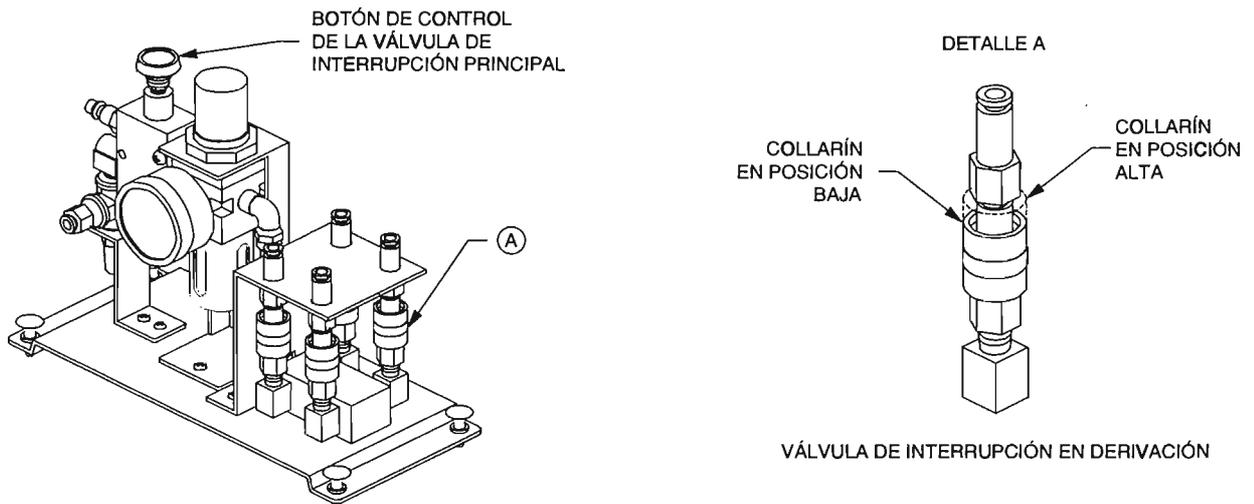

Figura 1-19. Unidad de acondicionamiento con válvulas de interrupción en derivación.
- Cierre las cuatro válvulas de interrupción de derivación del colector (el collarín en la posición más baja). La Figura 1-19 muestra la unidad de acondicionamiento con las válvulas de interrupción.